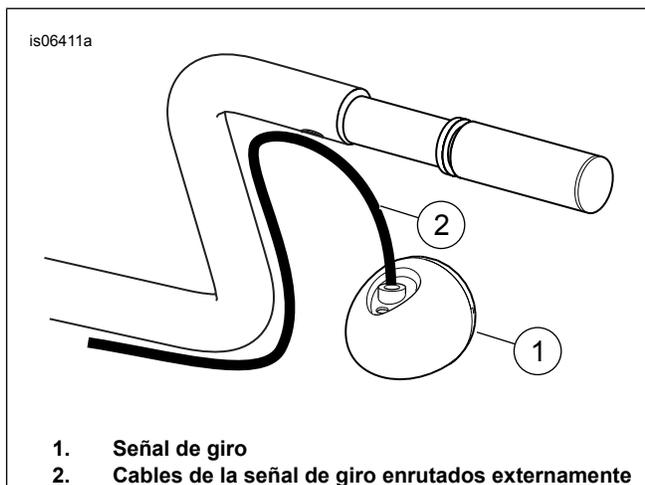

Figura 4. Señales de giro montadas en el manillar que requieren una reubicación
3. **Para los modelos SIN señales de giro instaladas en el manillar:** proceda al **paso 9** (después Figura 5). **Para los modelos CON señales de giro instaladas en el manillar:** si los cables de las señales de giro originales pasaran a **través** de las cajas de interruptores y en el manillar a través de una gran abertura (J), proceda al **paso 4** (después Figura 4). Vea la Figura 4 . Si los cables de señal de giro originales estuvieran **enrutados externamente** estas señales de giro requieren la reubicación fuera de los manillares. Reubique en este momento siguiendo las instrucciones en el kit de reubicación correspondiente.